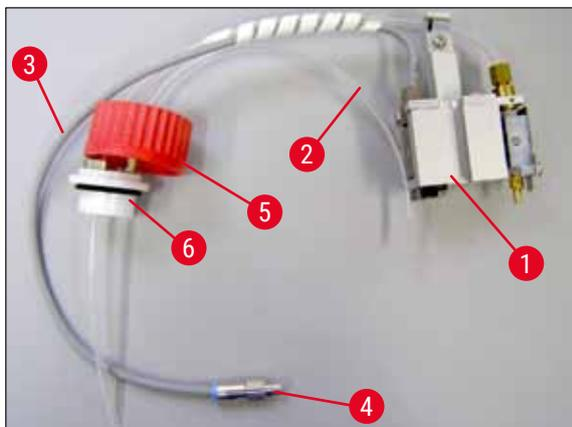

Рис. 10
1. Извлеките группу дозатора (→ Рис. 10) из упаковки.